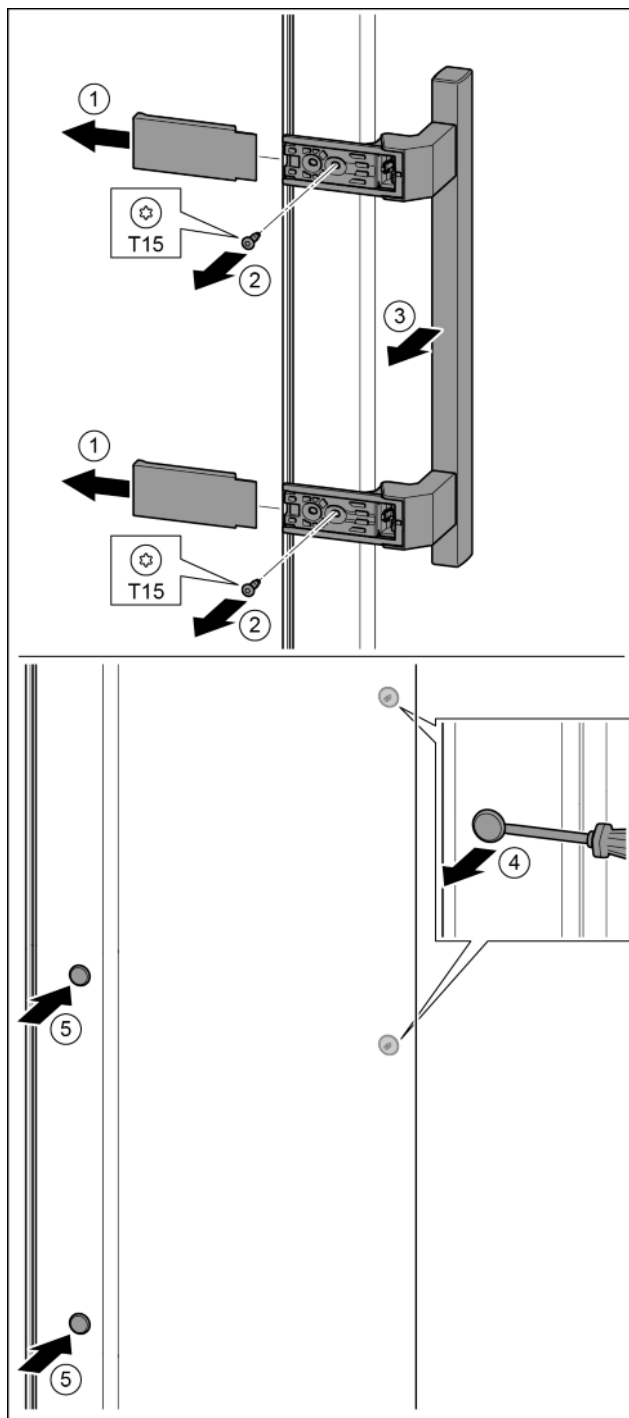

Fig. 21
- Retirer le cache. Fig. 21 (1)
- Desserrer les vis avec un tournevis T15. Fig. 21 (2)
- Déposer la poignée. Fig. 21 (3)
- Soulever délicatement le bouchon latéral avec un tournevis plat et le sortir. Fig. 21 (4)
- Remettre en place le bouchon de l'autre côté. Fig. 21 (5)